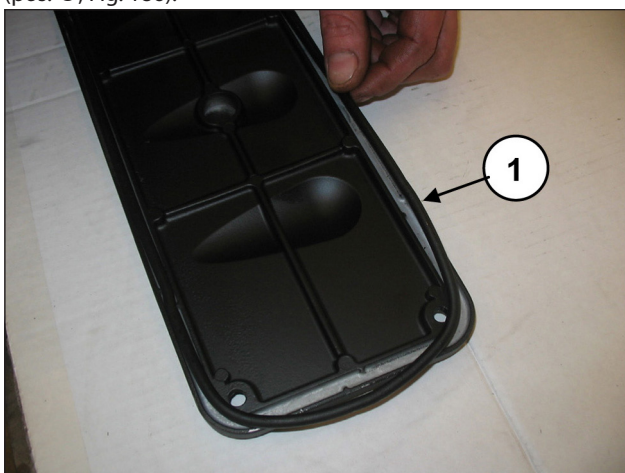
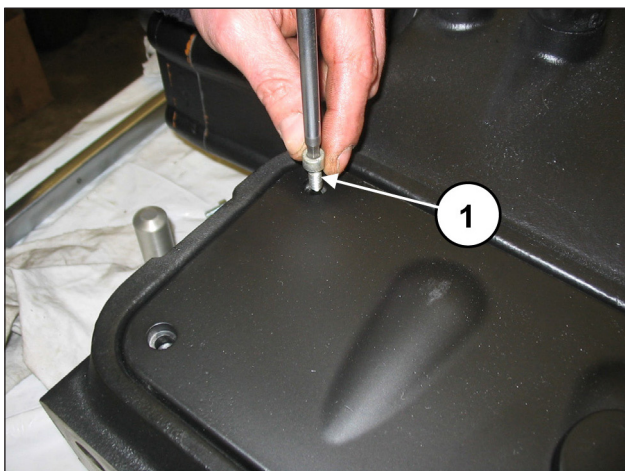

Fig. 185
Fig. 186
Sui coperchi ispezione inserire l'O-ring (pos. ①, Fig. 185) e montare i coperchi mediante l'utilizzo di 4+4 viti M6x14 (pos. ①, Fig. 186).